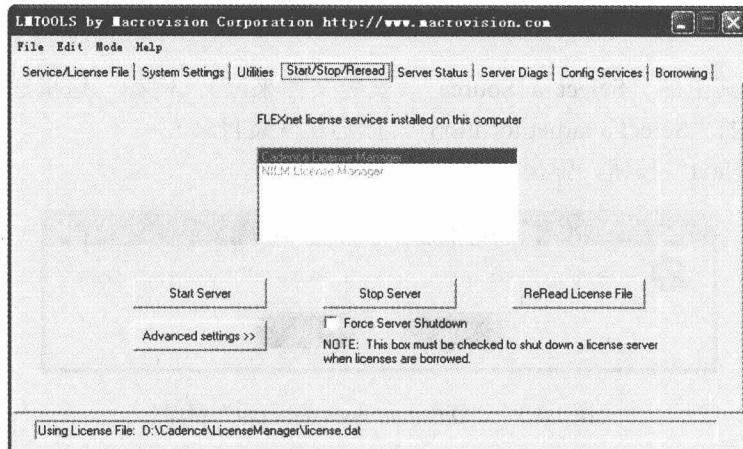

图 1.2.20 “Start/Stop/Reread” 选项卡
(2) 单击“Start/Stop/Reread”选项卡，如图 1.2.20 所示。